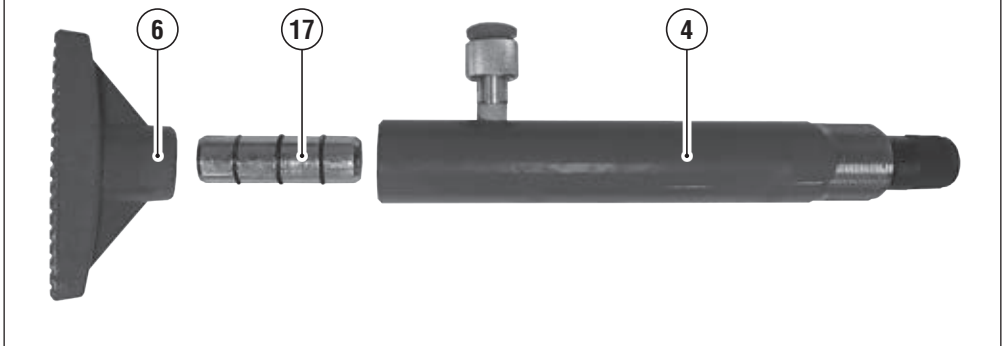
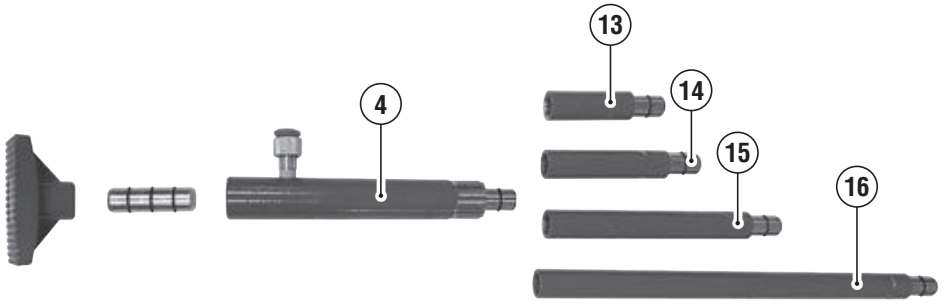

FIG. D2
FIG. D3
Cric + 1 dintre tuburile din Fig. D2 numai	50%
Cric + 2 conducte Fig. D3	25%
Cric + 3 conducte Fig. D3	12%
Cric + 4 conducte Fig. D3	6%
Tuburile de prelungire (Fig. D2 și Fig. D3) (13, 14, 15, 16) sunt conectate între ele și la cricul (4) pentru a obține lungimea de lucru corespunzătoare. Capul în V de 90° (Fig. B-7) poate fi utilizat atunci când se lucrează